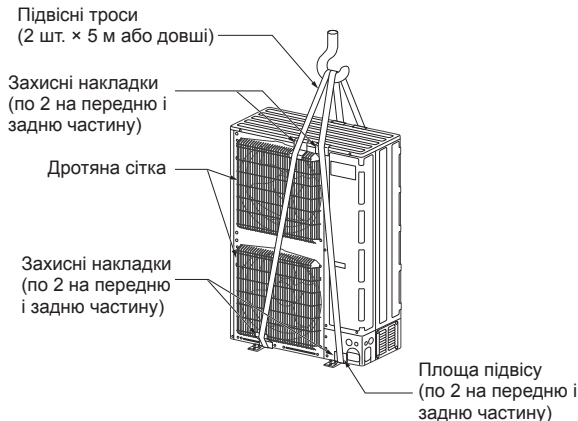

Fig. 2-2
2.3.1. Підвішування блока (Fig. 2-2)